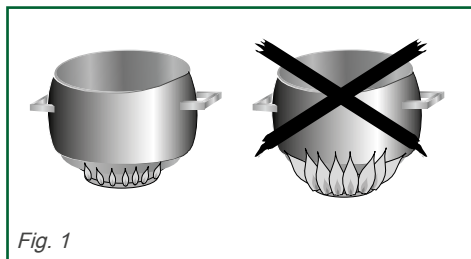

Fig. 1
- Réglez la couronne de flammes de façon que celles-ci ne débordent pas du pourtour du récipient (Fig. 1).